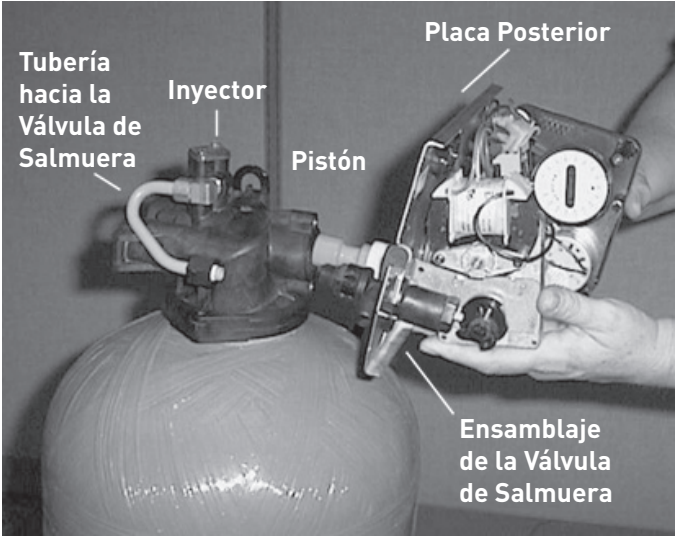

Figura 6
5. Sujete la placa posterior de ambos lados y lentamente tire del tapón terminal y el ensamblaje del pistón para extraerlos de la válvula (consulte la "Figura 6") y colóquela a un costado.